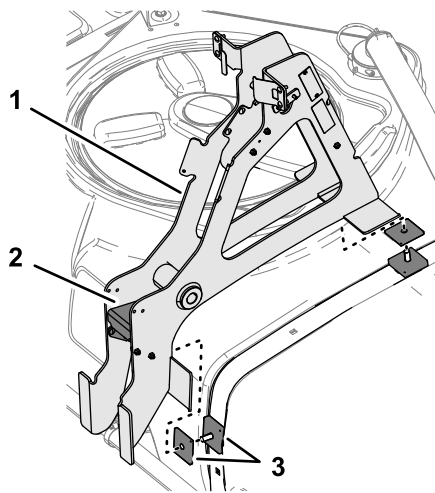

Figura 3
4. Montate un distanziale quadrato spesso e un distanziale quadrato sottile sui 2 bulloni a testa tonda montati in precedenza (Figura 3).
5. Rimuovete e conservate i 4 bulloni e dadi che fissano la piastra di guida al gruppo telaio di supporto principale (Figura 3).
6. Installate il telaio di supporto principale sui distanziali quadrati e sui bulloni a testa tonda come mostrato in (Figura 3).